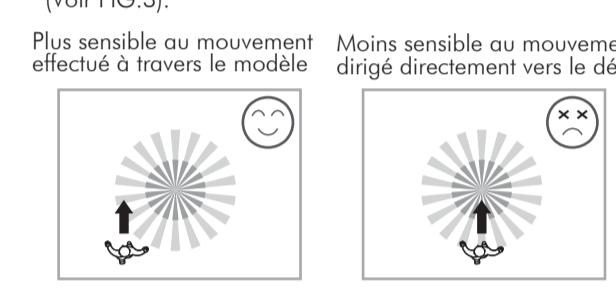

FIG. 3
3.1.2 Prenez attention à la direction de déplacement durant la phase d'essai. Il est plus sensible au mouvement effectué à travers le détecteur et moins sensible au mouvement effectué directement vers le détecteur, ce qui réduit la couverture de détection (Voir FIG.3).